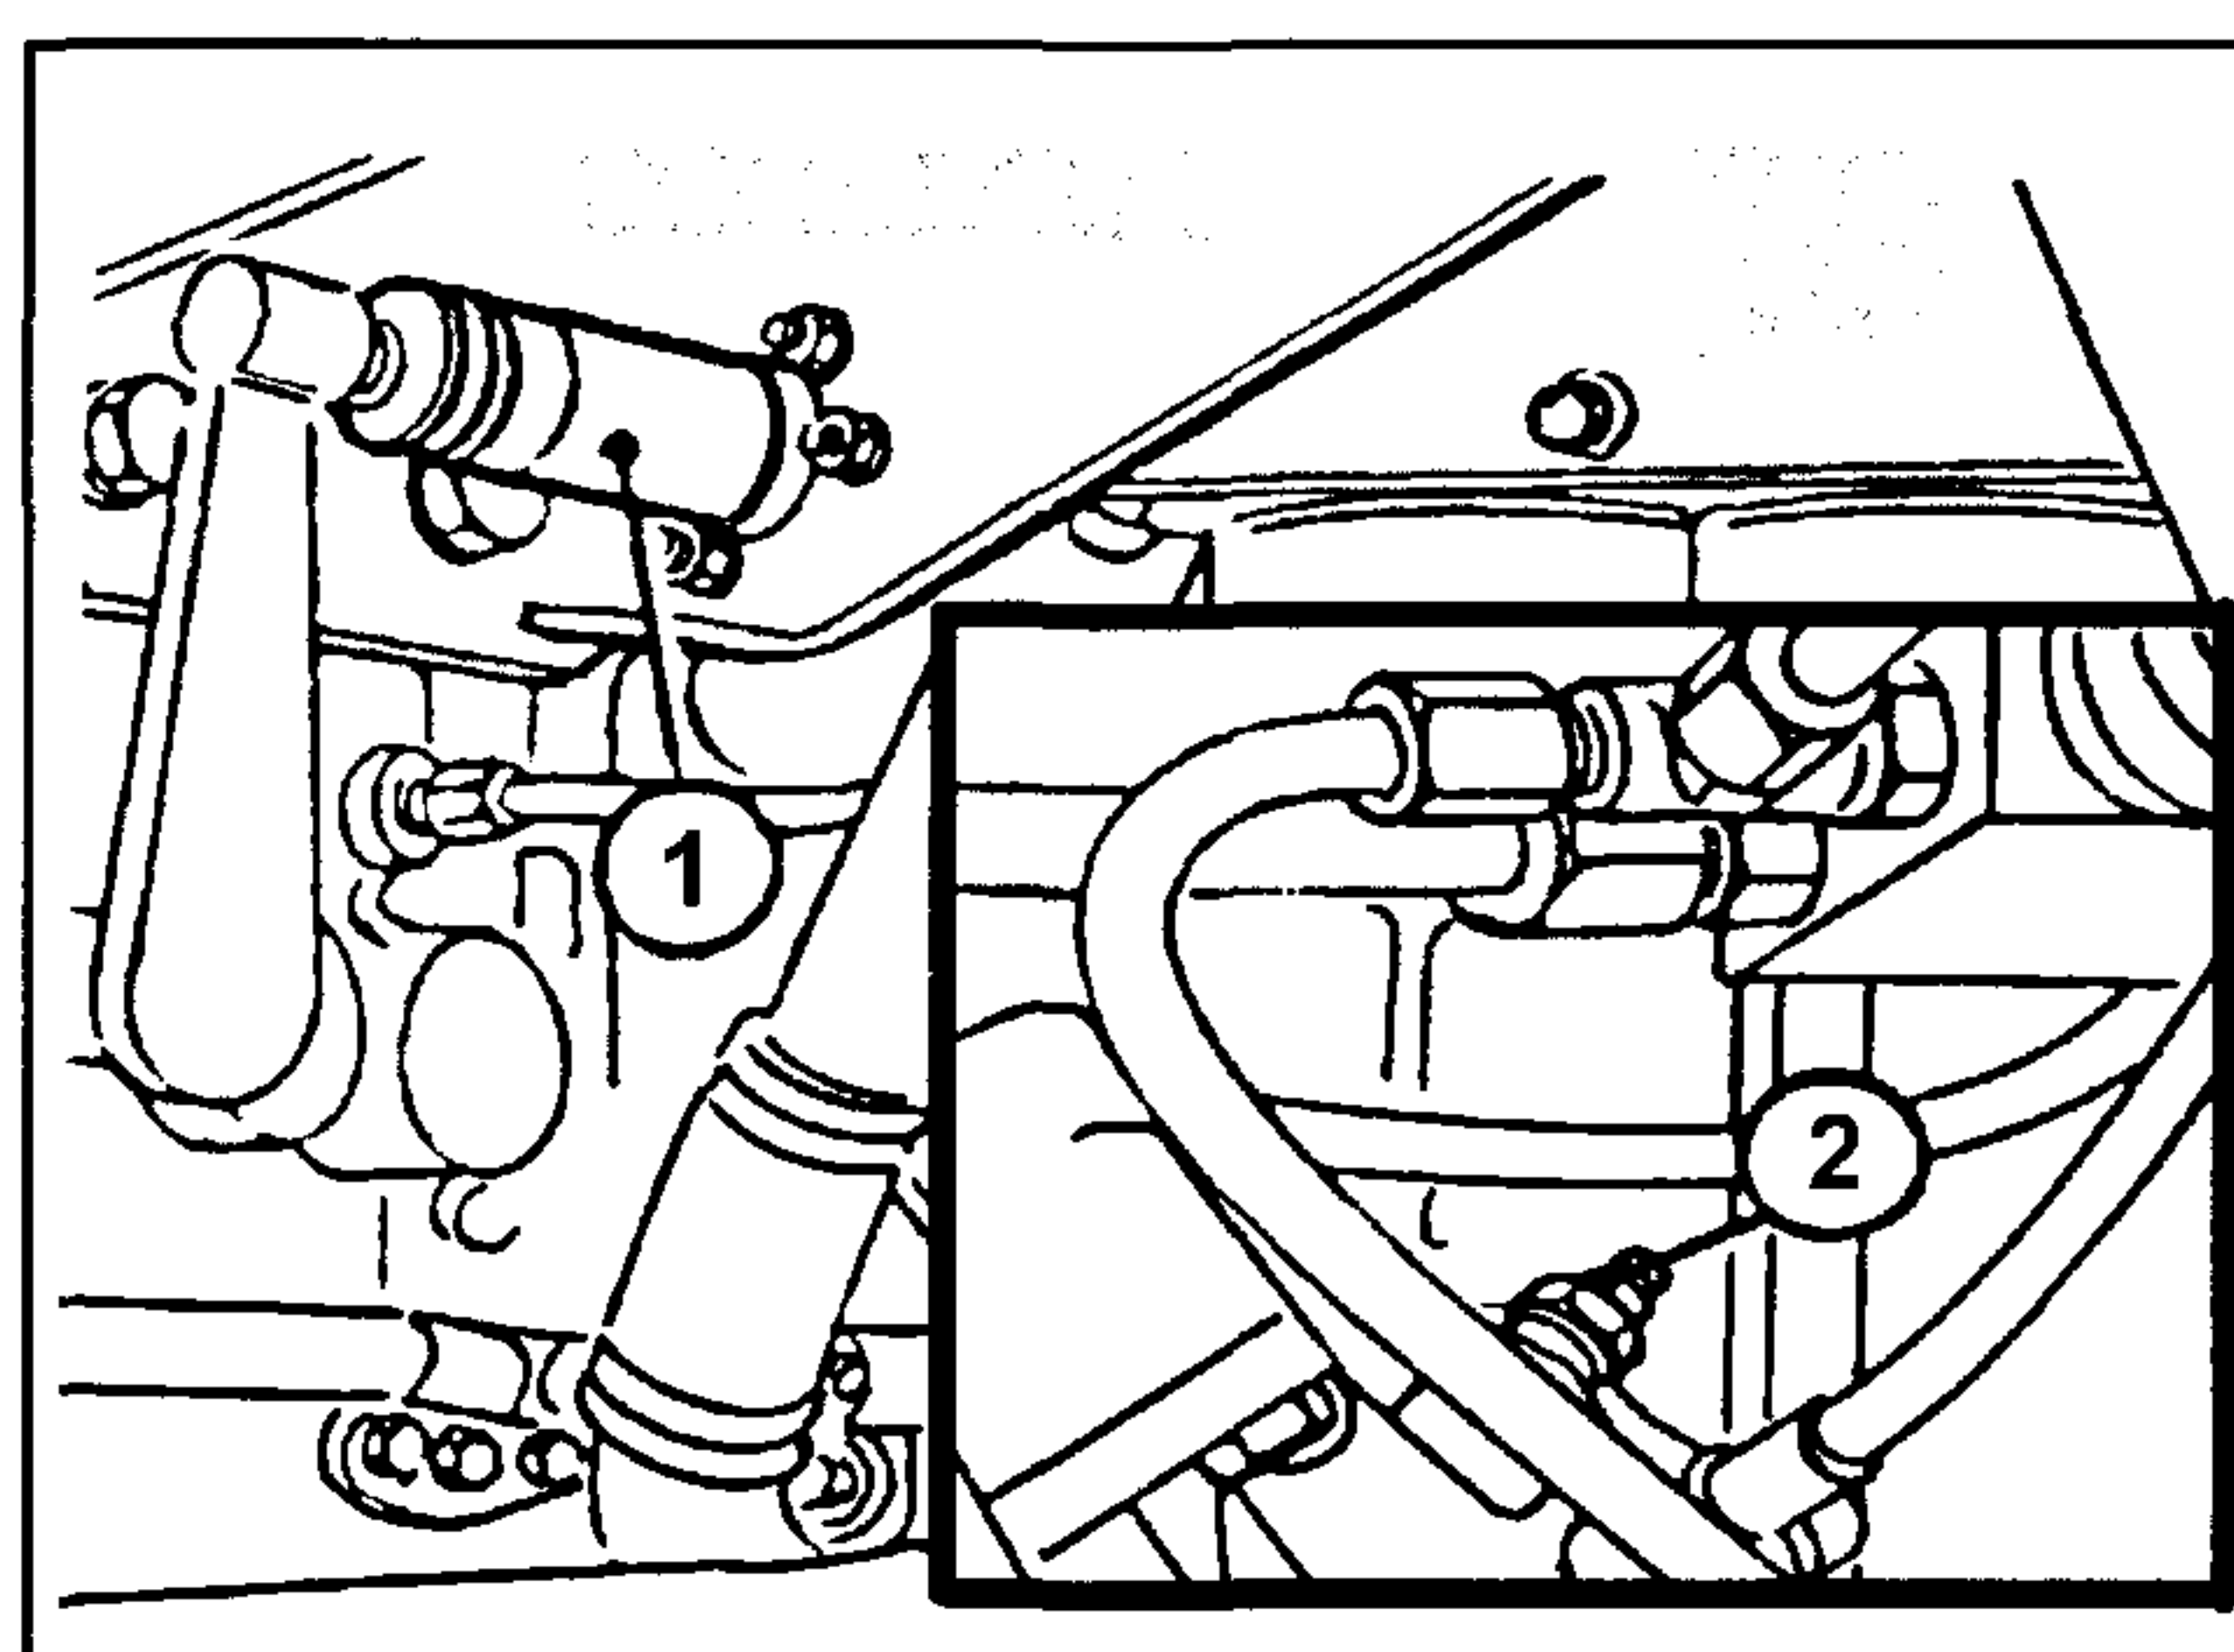

Fig.5-24
- 3 - Apretar el pedal mando embrague a fondo. Contemporaneamente desenroscar medio giro el tornillo de purga (2 - Fig.5-24), en el cilindro (1 - Fig. 5-24) de mando desconexión embrague, dejando salir el eventual aire mezclado con aceite. Ajustar el tornillo de purga y soltar el pedal.